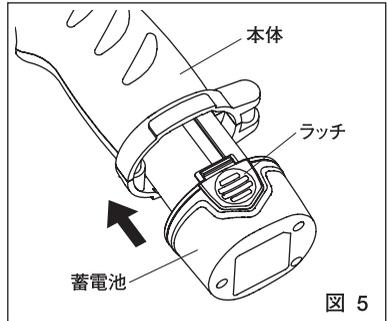

図 5
- ④電池を充電器から取外し、本体に取付けてください。(図5)